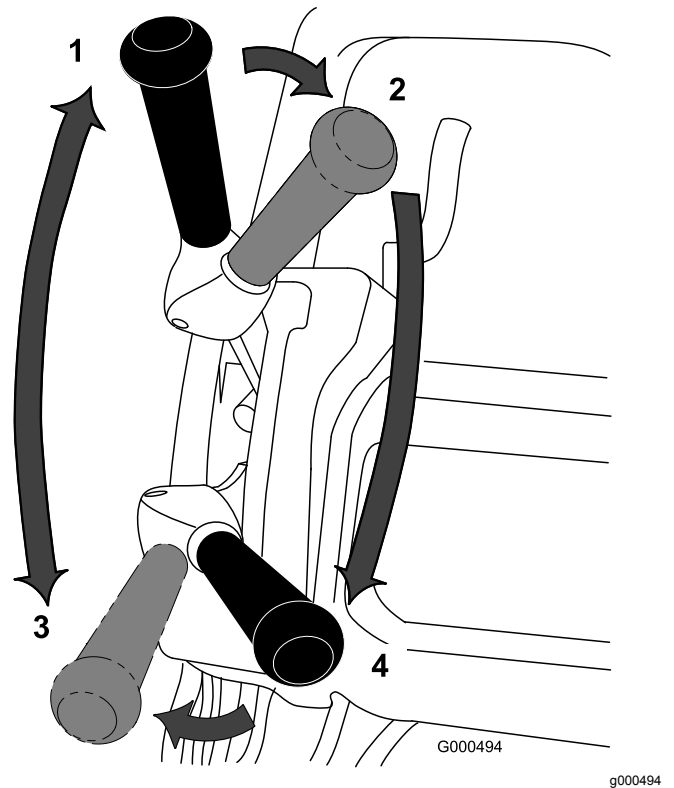

Figura 33
1. Accendete la macchina, impostate la regolazione della velocità in posizione zero, abbassate la stegola per sollevare l'apparato di taglio, premete il comando presenza dell'operatore, spostate la leva della trazione in posizione di innesto (Figura 33) e aumentate gradualmente l'impostazione della regolazione della velocità per trasportare il tosaerba sul bordo del green.
3. Disinnestate la leva della trazione, quindi spostate a sinistra e avanti, innestando la trazione e la trasmissione del cilindro (Figura 33).